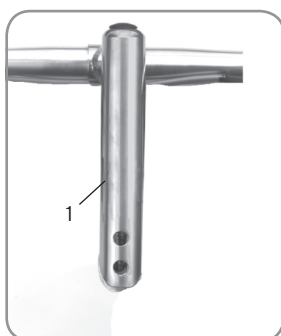

Figure 13. Indicateur d'insertion minimale sur une potence à plongeur
3. Réglez la hauteur du guidon, en veillant à ce que l'indicateur d'insertion minimale soit à l'intérieur du cadre (figure 13). Le plongeur de la potence doit toujours être enfoncé d'au moins 70 mm dans le cadre.
Une potence à plongeur positionnée trop haut peut endommager le vélo et vous faire perdre le contrôle de celui-ci et chuter. Veillez à ce que l'indicateur d'insertion minimale (figure 13) se trouve à l'intérieur du cadre.